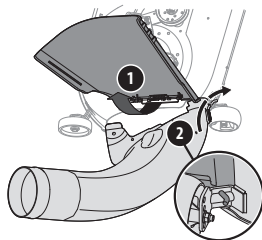

Figura 20
2. Con el canal de descarga del tractor elevado y abierto (1), instale el bota colocando la varilla de montaje del bota en el orificio suministrado en la ménsula de las ruedas de la plataforma o la lengüeta de montaje del canal (2), como se ve en la Figura 20.